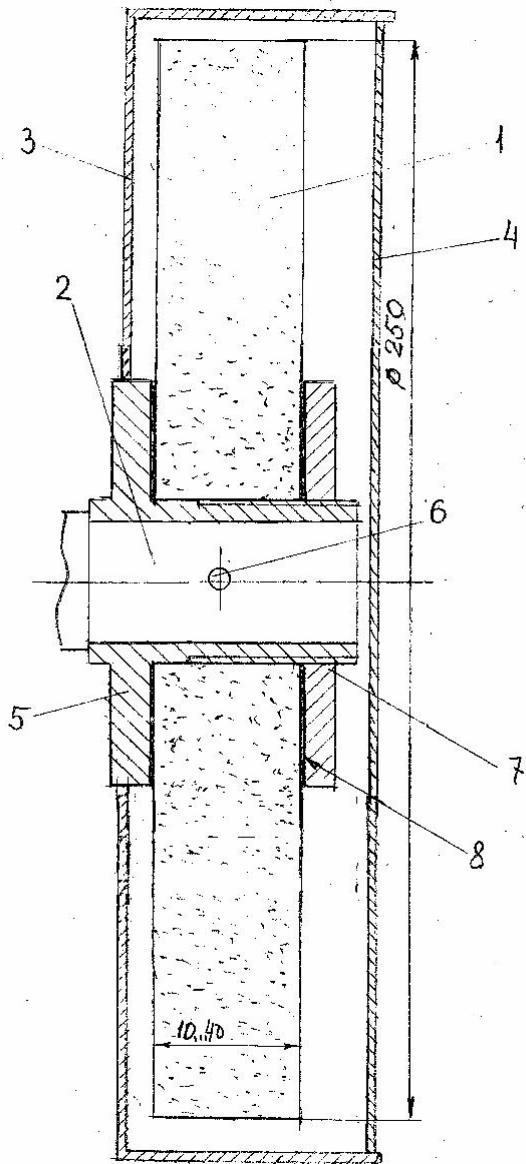

Рис.3
6.2. Электродвигатель 2 установлен на верхней плите корпуса 1. На выходных концах электродвигателя установлены шлифовальные круги 3. Крепление кругов – смотри на рис.3.
7.1 На рис.3 показана схема установки шлифовального круга 1 на валу 2 электродвигателя. Посадочный диаметр круга ф32мм.
- 11.1. Если на станке не установлены шлифовальные круги, то произвести их установку, отвернув гайку 7 (рис.3) и сняв прокладку 8. Установить круг, закрепив его гайкой через прокладку.